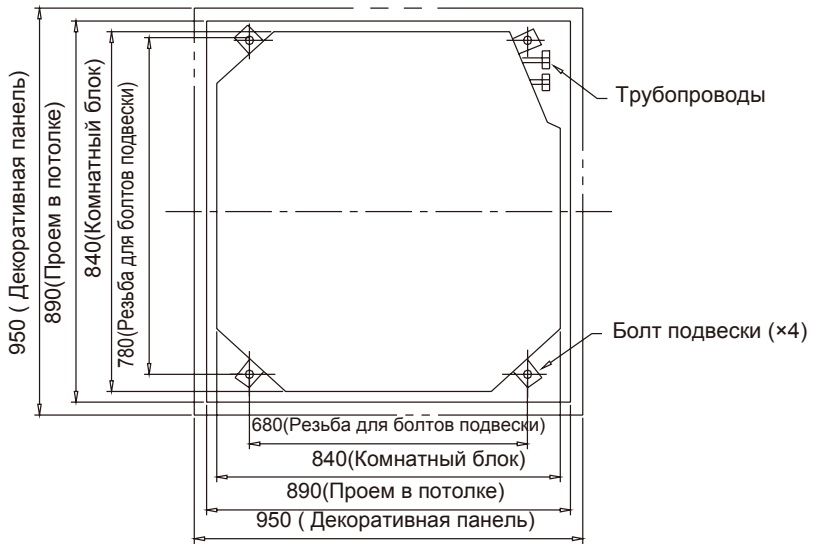

Рис.6
4.4 Разметка на потолке и установка болтов подвески (Рис. 6)